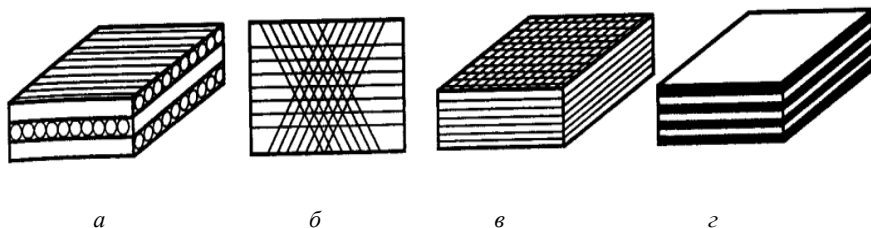

Рисунок 6 – Схемы структуры слоистых композитов:
- Слоистые композиты – материалы, состоящие из листовых или расположенных послойно волокнистых компонентов, скрепленных между собой с помощью связующего (рисунок 6).